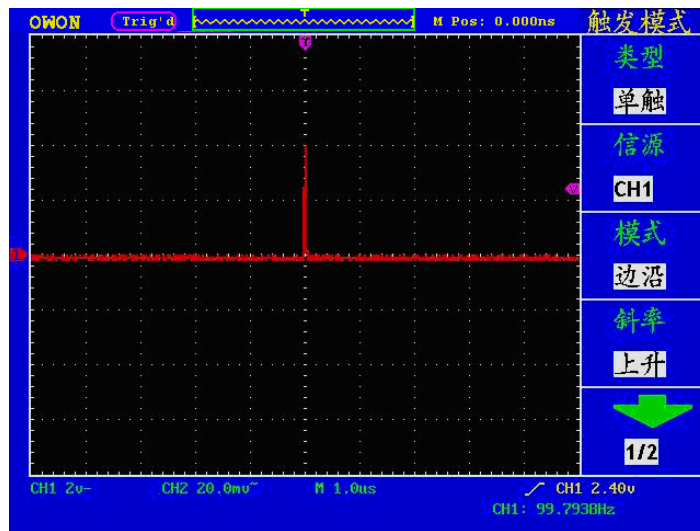

图6-3： 捕捉单次信号
- 12、若屏幕上方**触发状态指示**没有显示 **Ready**，则按下 **RUN/STOP**（运行/停止）按键，启动获取。等待符合触发条件的信号出现。如果有某一信号达到设定的触发电平，即采样一次，显示在屏幕上。利用此功能可以轻易捕捉到偶然发生的事件，例如幅度较大的突发性毛刺：将触发电平设置到刚刚高于正常信号电平，按 **RUN/STOP**（运行/停止） 按键开始等待，则当毛刺生时，机器自动触发并把触发前后一段时间的波形记录下来。通过旋转面板上水平控制区域的 **水平位置** 旋钮，改变触发位置的水平位置可以得到不同长度的负延迟触发，便于观察毛刺发生之前的波形。见图 6-3。